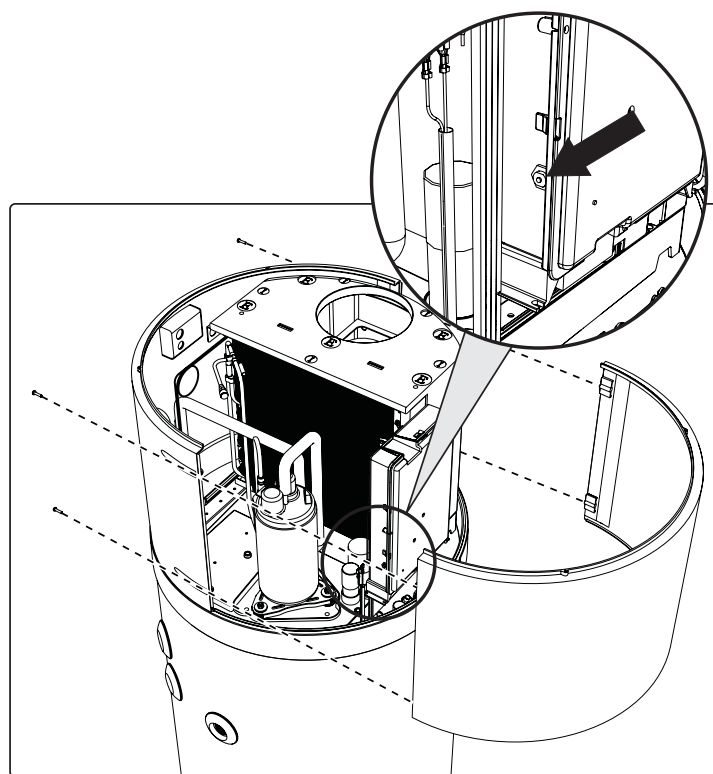

fig. 44 - Extracción del panel frontal
- Retire el panel frontal y restablezca manualmente el termostato de seguridad accionado (fig. 44). En caso de accionamiento, el pasador central del termostato sobresaldrá unos 2 mm.